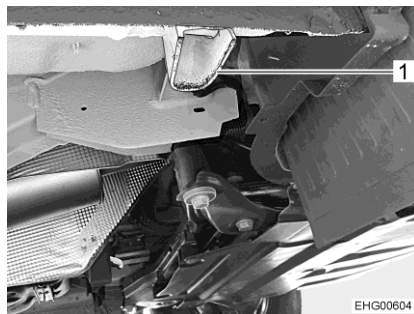

Fig. 245 Alojamiento en el eje delantero
- Si se ha de cambiar una rueda del eje delantero: aplicar el gato en alojamiento (Fig. 245,1) previsto para ello.